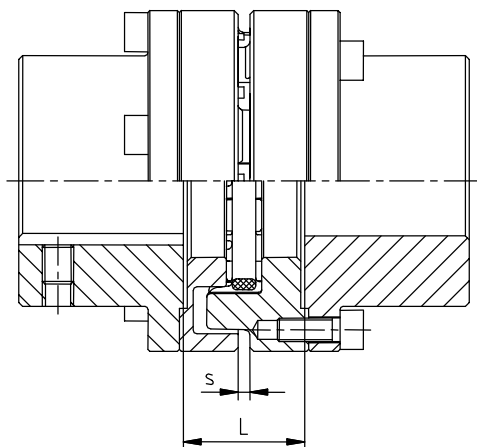

Fig. 28: Montaggio del giunto
- Mettere i pezzi montati tra le flange di accoppiamento (vedere fig. 28).
- Se i gruppi di alimentazione sono già montati, il movimento assiale delle flange di accoppiamento sugli alberi consente di regolare la dimensione s o L (vedere fig. 28).